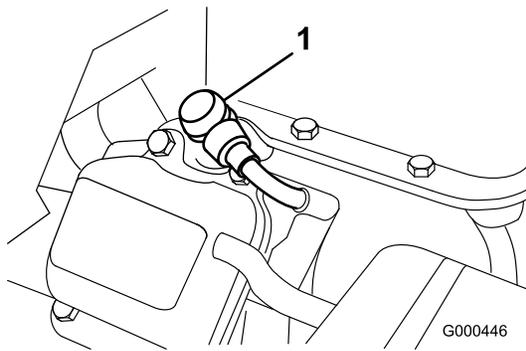

Bild 30
1. Ziehen Sie den eingegossenen Zündkerzenstecker ab (Bild 30).